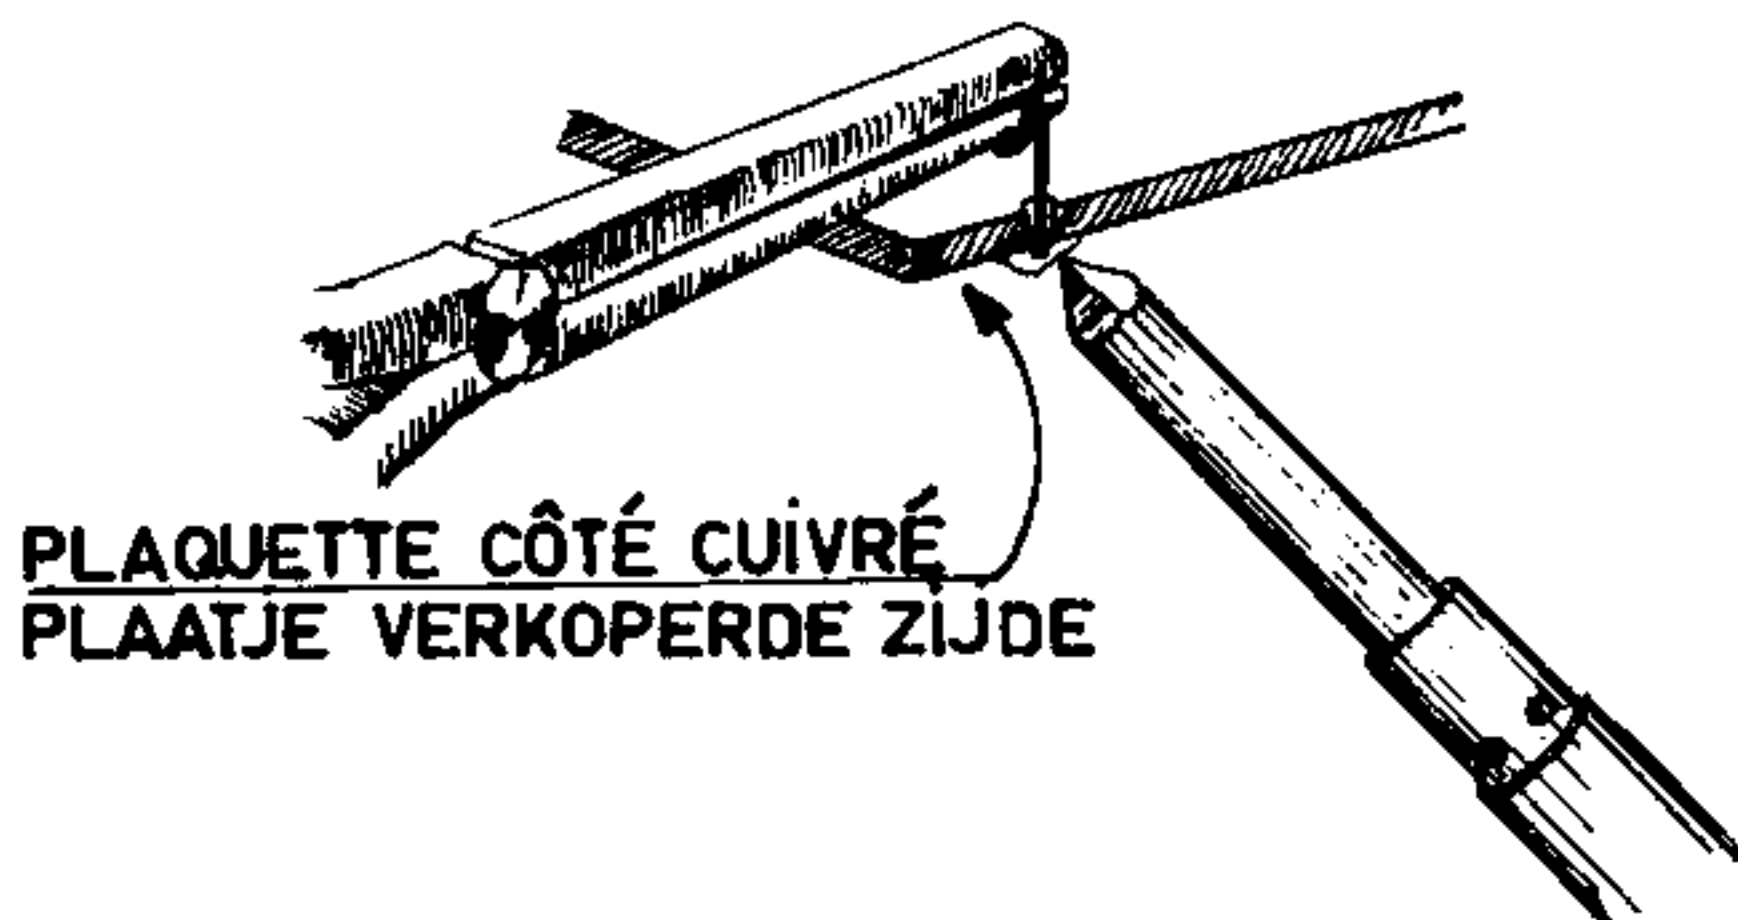

Fig. 4
2. Le soudage de la diode OA 81 nécessite quelques précautions supplémentaires du fait de la sensibilité thermique des semi-conducteurs. Lors du soudage des connexions de la diode, il y a lieu de pincer la boucle du fil de connexion que l'on soude à l'aide d'une pince comme le montre la fig. 4.